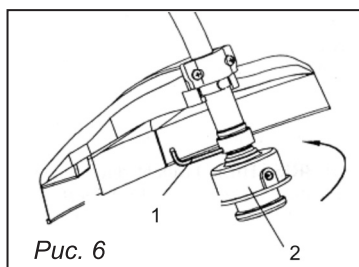

Рис. 6
5.4. Установка кассеты с леской (рис. 6)